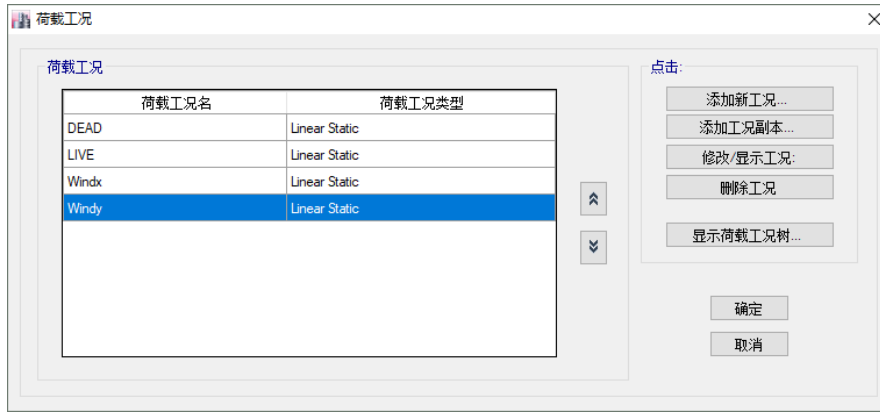

图 5-21 荷载工况对话框
1. 点击菜单**定义>荷载工况**，弹出**荷载工况**对话框，如图 5-21 所示：